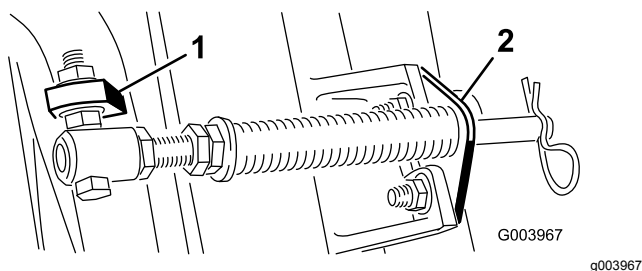

Figura 6
Nota: Coloque la cabeza del perno en el exterior de la pestaña, según se muestra en Figura 6.
- D. Monte el soporte de la varilla en las pestañas de la unidad de corte con los pernos de cuello cuadrado y las tuercas (Figura 6).